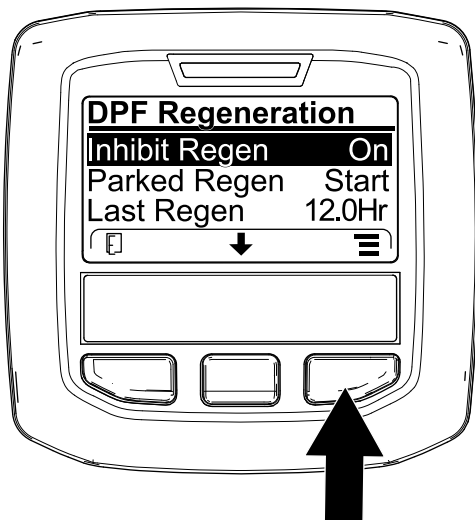
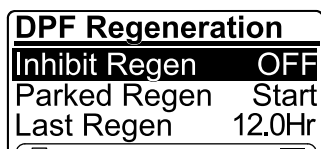

Figura 42
Figura 43
1. Accedete al menu DPF Regeneration, premete il pulsante centrale per scorrere il menu verso il basso fino all'opzione INHIBIT REGEN, quindi premete il pulsante destro per selezionare la voce Inhibit Regen (Figura 42).
2. Premete il pulsante destro per modificare l'impostazione dell'inibizione della rigenerazione da accensione a spegnimento (Figura 42) o da spegnimento ad accensione (Figura 43).